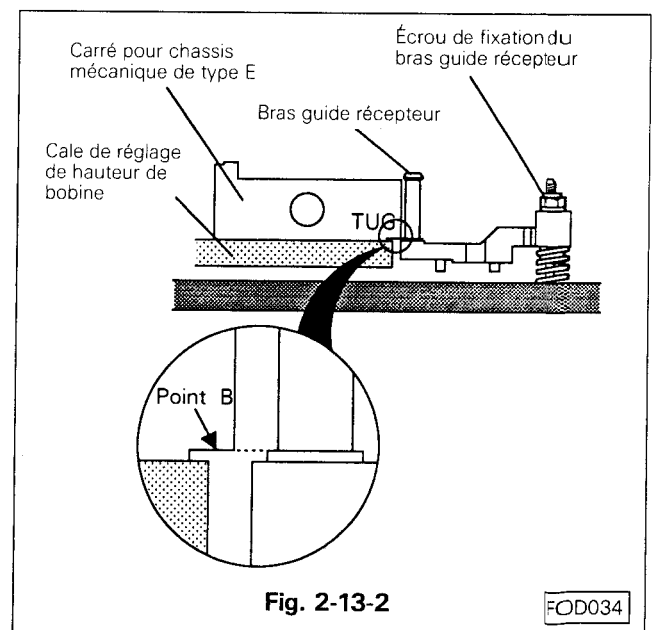

Fig. 2-13-2
- Resserrer provisoirement l'écrou de fixation afin que le bord inférieur du bras soit aligné avec le point B de la cale de réglage (pour platine mécanique type E). (Voir Fig. 2-13-2)